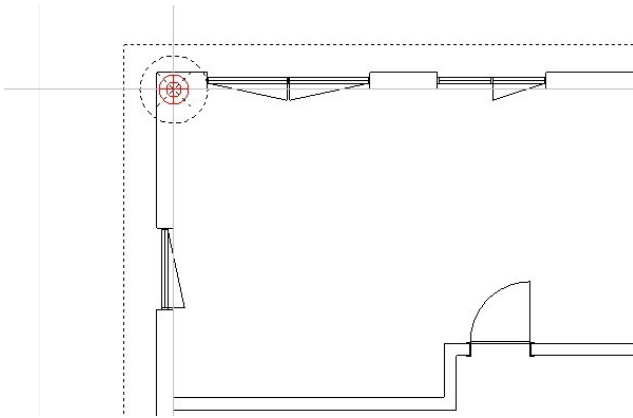

Abbildung 4.6.1: Positionierung des geschossübergreifenden Referenzpunktes in der linken oberen Ecke
**HINWEIS** Suche dir für den Referenzpunkt eine geeignete Stelle, welche du in jeder Geschosszeichnung wiederfindest. In den meisten Fällen ist als Referenzpunkt eine Wandecke gut geeignet (siehe nachfolgende Abbildung 4.6.1). Natürlich funktioniert das auch mit einem Kamin, Aufzug oder Treppenhaus.